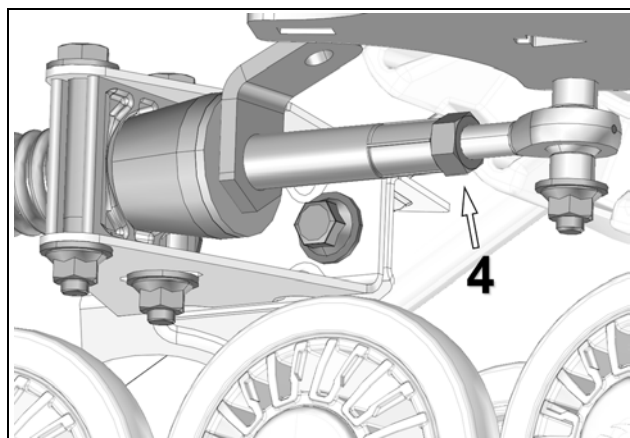

Figure 15
- Une fois le réglage atteint, resserrer le contre-écrou (4) à un couple de 40 N•m [30 lb•pi]. Voir la Figure 15.